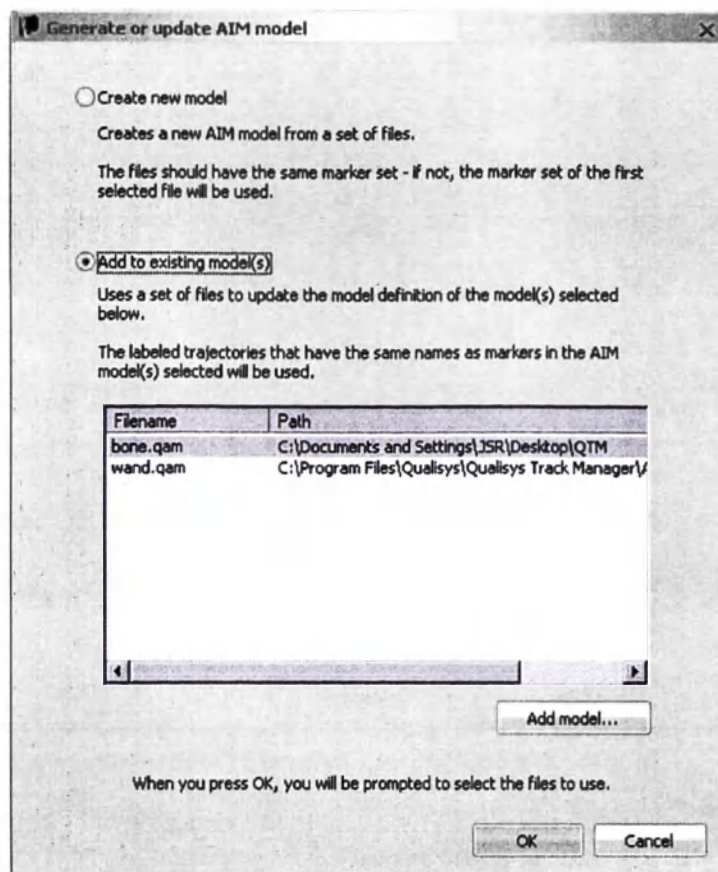

Рис. 83 Окно создания новой /обновления существующей модели AIM.
4. Выберите, хотите ли Вы Create new model (Создать новую модель) или Add to existing model (Добавить к существующей модели). Используйте Add to existing model (Добавить к существующей модели), если у Вас уже есть модель AIM с текущими настройками маркера (Рис. 83).